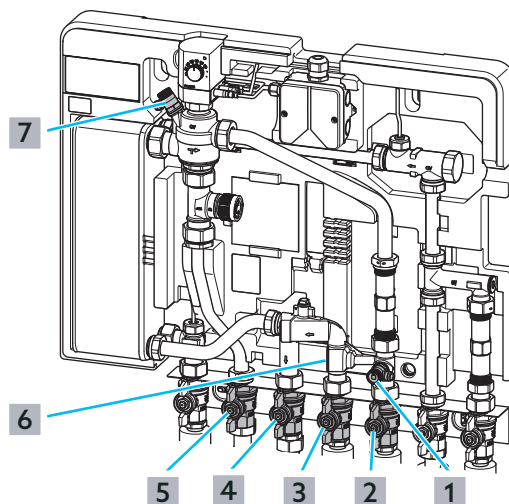

Fig. 23: Vidange de la station (circuit primaire)
- 6 Visser le robinet (4) du set de bypass thermostatisé à consigne de température réglable dans le raccordement de la conduite.
- 7 Placer la bague indice (2) sur le robinet de manière à ce que l'indice (3) soit bien visible de face.
- 8 Aligner le capuchon (1) de manière à ce que l'indice pointe vers 35 °C et placer le capuchon sur le robinet.
- 9 Ouvrir lentement les robinets à tournant sphérique sur le retour primaire ((2) sur la Fig. 23 en page 27) et l'aller primaire ((3) sur la Fig. 23 en page 27).
- 11 Ouvrir un peu le robinet de purge ((7) sur la Fig. 23 en page 27).